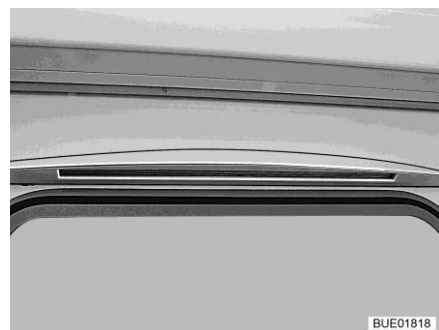

Fig. 79 Eclairage de l'auvent
- Éclairage auvent (Fig. 79) (partiellement équipement spécial)